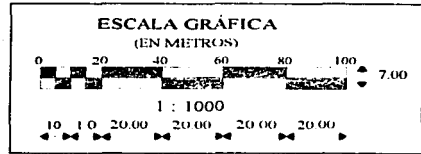

FIG. 5.4.6 ESCALA GRÁFICA.
- Por último, construya el dibujo de la escala gráfica 1:1000. Ver FIG. 5.4.6